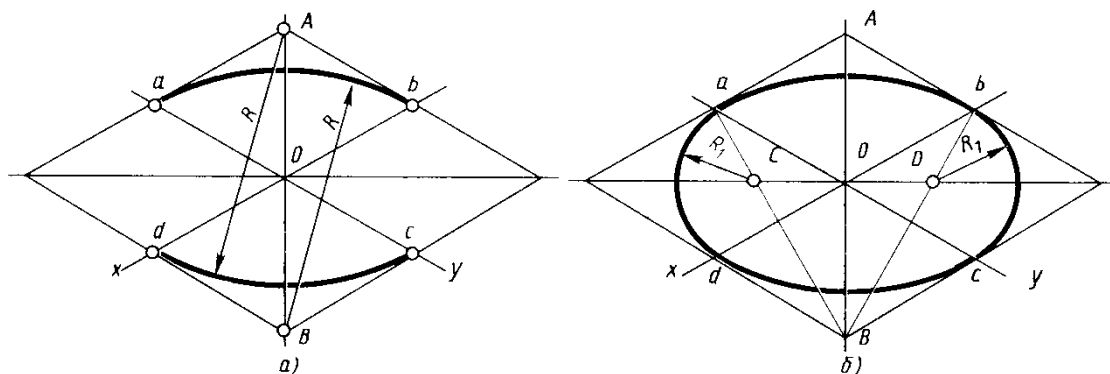

рис. 8.
1. Строят ромб со стороной, равной диаметру изображаемой окружности (рис. 8. *а*). Для этого через точку O проводят изометрические оси x и y на них от точки O откладывают отрезки, равные радиусу изображаемой окружности. Через точки a , b , c и d проводят прямые, параллельные осям; получают ромб. Большая ось овала располагается на большей диагонали ромба.
2. Вписывают в ромб овал. Для этого из вершин тупых углов (точек A и B) описывают дуги радиусом R , равным расстоянию от вершины тупого угла (точек A и B) до точек a , b или c , d соответственно. Через точки B и a , B и b проводят прямые (рис. 8. *б*);